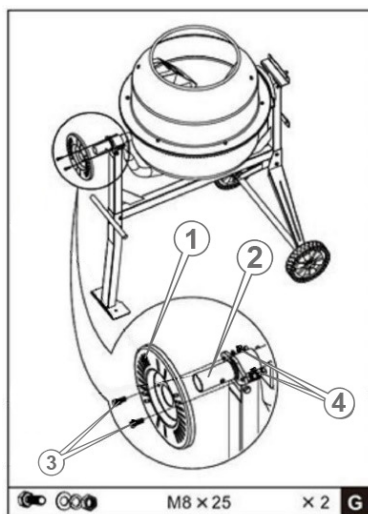

Рисунок 9. Схема встановлення тарілки фіксації барабана моделей «БМ-125-ЗНН», «БМ-140-ЗНН».
1. Встановити тарілку фіксації змішувального барабана (рис. 9) та закріпити її двома болтами з шайбами (стопорна, звичайна).